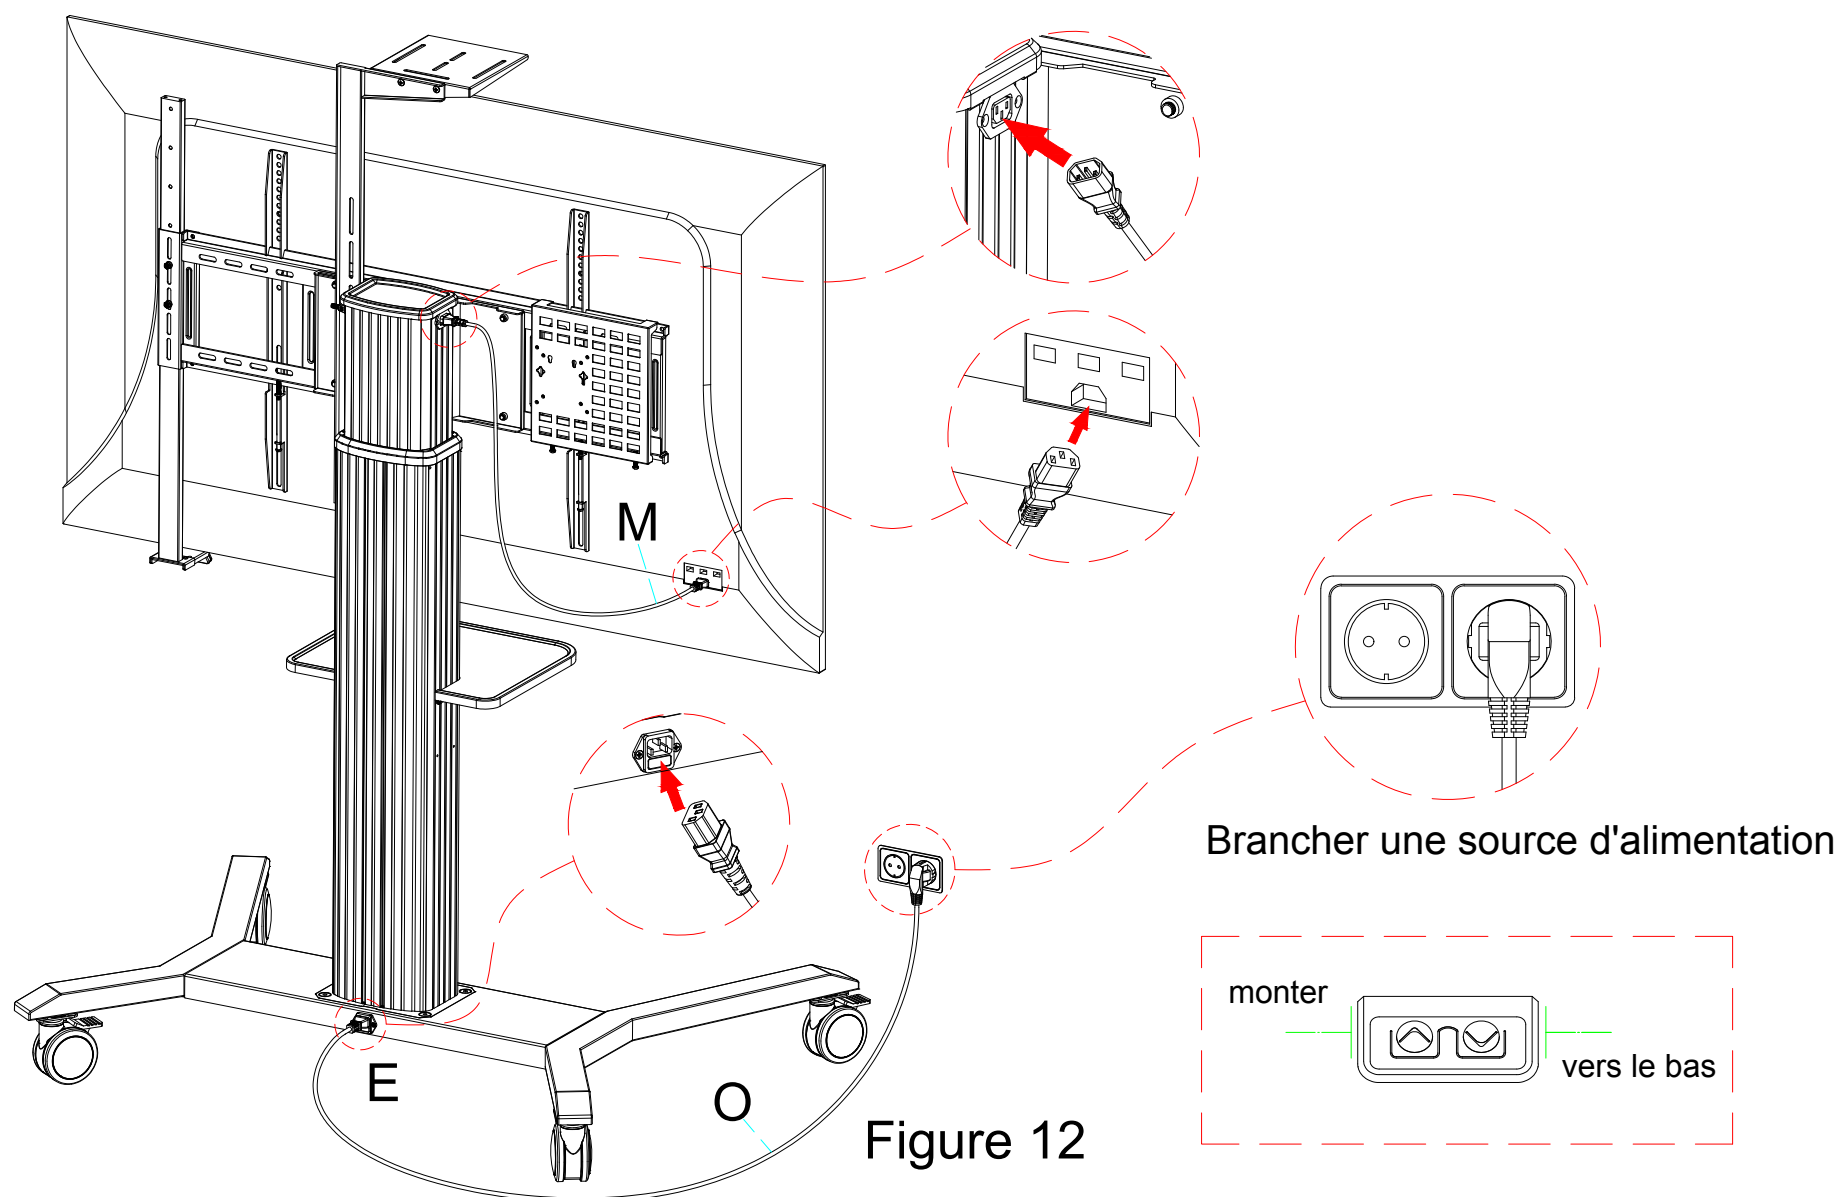

Figure 12
Étape 12 : Connectez le câble de sortie d'alimentation (M) à l'entrée secteur de l'écran, à la colonne (A), puis insérez le câble d'alimentation (O) dans le support colonne (E), branchez l'alimentation électrique et testez la touche de fonction pour vous assurer que le levage et l'abaissement se font normalement. (Figure 12)